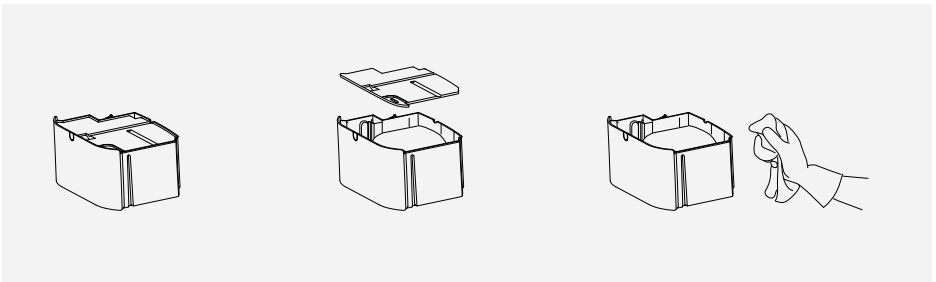

Abb. 8
- Das Wasserbehälter ist alle paar Wochen zu reinigen. Bauen Sie es vom Gerät aus und entfernen Sie die obere Klappe (8) des Behälters (Abb. 8). Das Innere des Behälters füllen Sie mit Wasser mit Reinigungsmittel und waschen Sie es. Nach dem Waschen spülen und trocknen Sie das Behälter. Die Klappe (8) ist ebenfalls im Wasser mit Reinigungsmittel zu waschen.